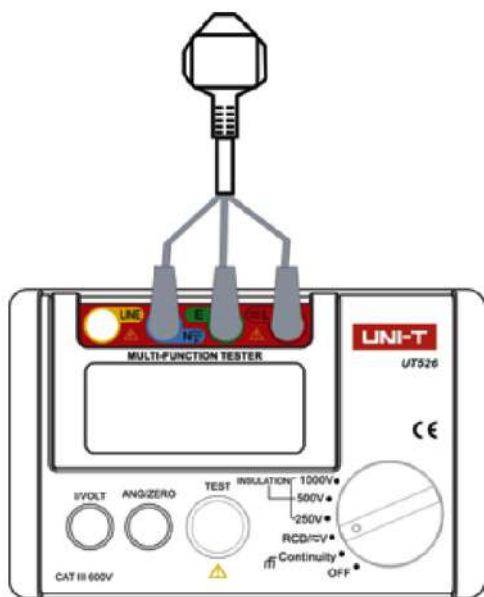

Рисунок 3
8. ТЕСТИРОВАНИЕ УСТРОЙСТВ ЗАЩИТНОГО ОТКЛЮЧЕНИЯ (см. рисунок 3)